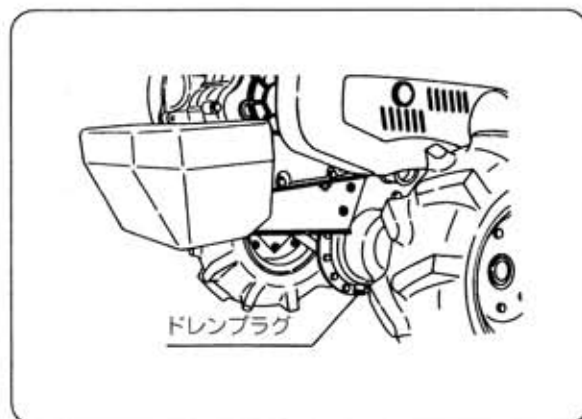

図48
- 1 排油口のドレンプラグを外して、汚れたオイルを流し出してください。(図48)
- 3 汚れたオイルが完全に無くなったならドレンプラグを確実に締付けてください。(図48)
- 5 給油口からミッションオイルSAE90番をゆっくりと流し込んでください。(図48)